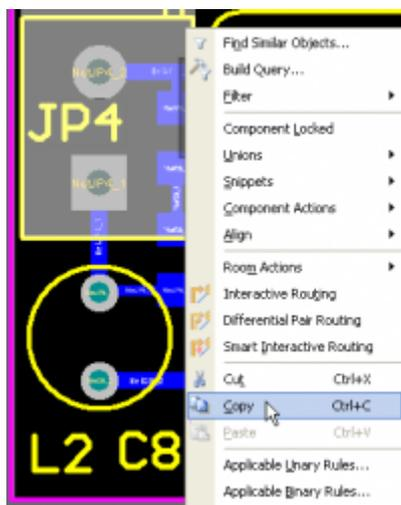

Рис. 102
2. Выбираем понравившийся компонент, выделяем его и щелкаем на нем правой кнопкой мыши. В контекстном меню, выбираем **Copy** (рис.102).